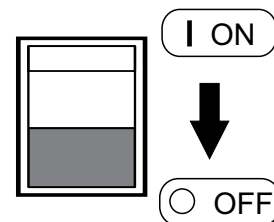

Figure 23. Commutateur de contrôle du ralenti (OFF)
8. Placez le commutateur de commande de ralenti sur la position **OFF** (Figure 23). Cela permettra au moteur de tourner à **vitesse élevée**, (environ 3 600 tours/minute).
En plaçant le commutateur de commande de ralenti à la position **OFF** (Figure 23), le moteur peut fonctionner à une vitesse maximale d'environ 3 600 tr/min.